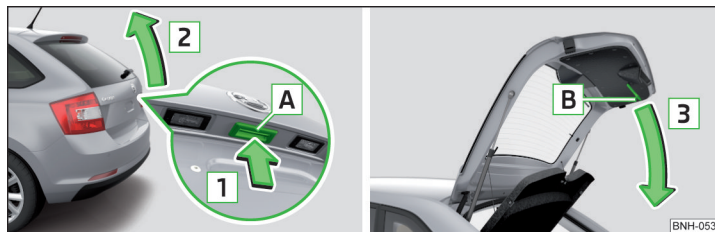

Abb. 48 **Gepäckraumklappe öffnen/schließen**
- › Zum **Öffnen** die Taste  in Pfeilrichtung  drücken » Abb. 48.
Die Taste  » Abb. 48 wird beim Anfahren bzw. ab einer Geschwindigkeit von mehr als 5 km/h deaktiviert. Nach dem Anhalten und Öffnen einer Tür wird die Taste wieder aktiviert.